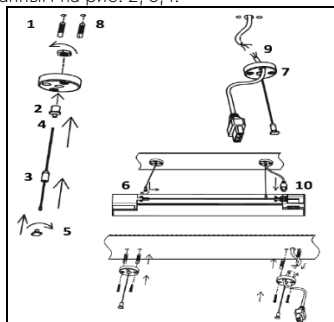

Рис.2. Подвесной монтаж
4.1 Монтаж светильника ARUNA INTER на крепления необходимо выполнять согласно схемам и указаниям показанным на рис. 2, 3, 4.